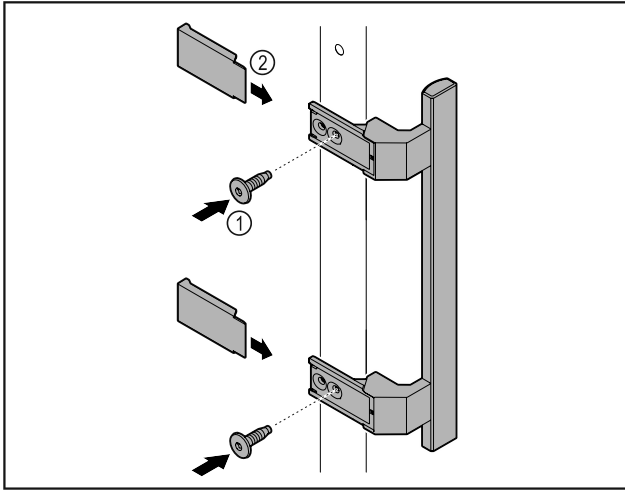

Fig. 7
- Kiinnitä oheispakkauksessa oleva kahva mukana olevilla ruuveilla Fig. 7 (1) oven.
- Aseta suojus Fig. 7 (2) paikalleen.